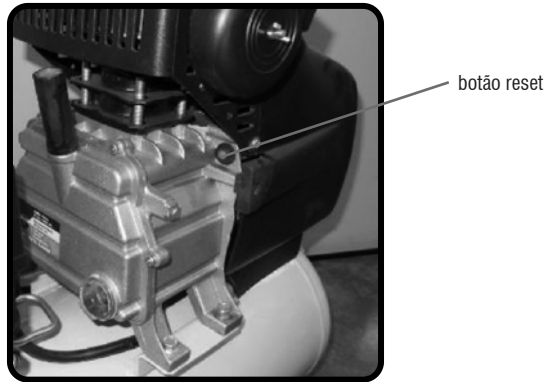

Fig. 16 – Botão reset
- O nível de óleo conforme item 7.4 deste manual;
- Coloque o plugue na tomada e acione o botão reset, Fig. 16;